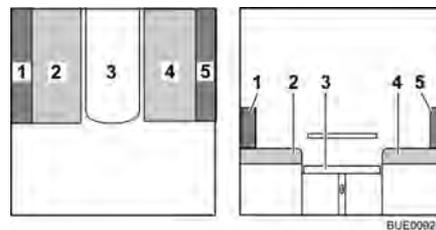

Fig. 84 Pendant la transformation
- Enlever le coussin de dossier (Fig. 84,5) et le placer de côté.
- Tirer le coussin d'assise (Fig. 84,2) vers le centre.